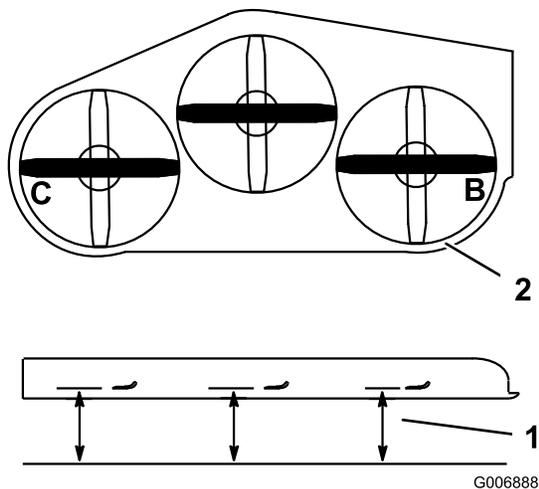

Figura 82
3. Coloque las cuchillas en posición lateral. Mida en las posiciones **B** y **C** desde una superficie nivelada hasta el filo de corte de los extremos de las cuchillas (Figura 82).